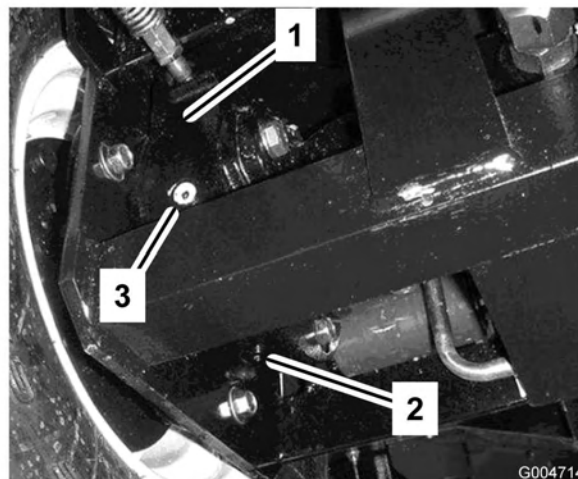

Figure 57
4. Placez un bac de vidange sous le carter de frein de l'autre côté de la roue (Figure 57).
7. Enlevez le bouchon de contrôle du carter de frein (Figure 57).